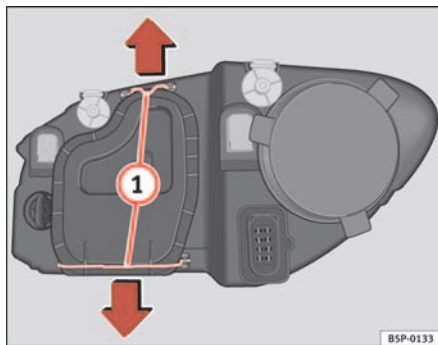

Abb. 164 Abblendlicht
- Die Streben ⇒ Abb. 164 ① in Pfeilrichtung verschieben und den Deckel abnehmen.